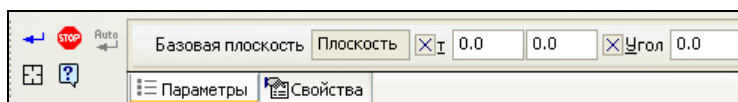

Рис. 4.33. Панель свойств команды **Разместить эскиз**
- ◆ Вызовите команду **Разместить эскиз**. Для этого на панели инструментов **Текущее состояние** щелкните ЛК мыши по кнопке **Эскиз**. Появится Панель свойств команды **Разместить эскиз** (рис. 4.33). Она имеет две вкладки: **Параметры** и **Свойства**. Панель свойств по умолчанию открыта на вкладке **Параметры**, и окна ввода координат эскиза и угол не активны. На этой вкладке можно указать плоскость эскиза. Для этого: